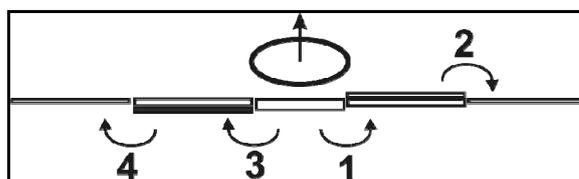

Рис. 74
При раскладывании соблюдайте последовательность действий согласно Рис. 74. Складывание производится в обратной последовательности!
2. Разложите правую консоль штанги (Рис. 74/1,2).
3. Разложите левую консоль штанги (Рис. 74/3,4).